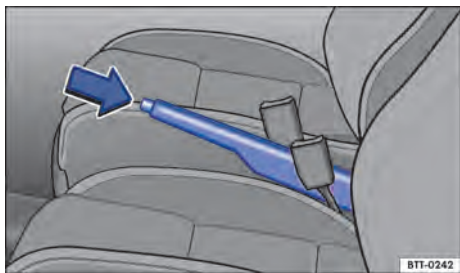

Fig. 111 Entre os bancos dianteiros: freio de estacionamento.
- Puxar a alavanca do freio de estacionamento um pouco para cima e pressionar o botão bloqueador ⇒ Fig. 111 (seta).